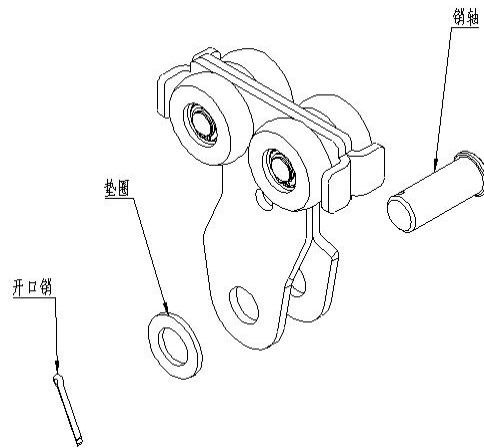

图 6C
- 6.5 如果葫芦吊钩太大，或者悬挂装置不是吊钩，那么拆下主梁小车上的销轴，再将悬挂装置安装进去。将销轴插回到原来位置，并在销轴上安装垫圈，将开口销插入葫芦小车的销轴（图 6C）。